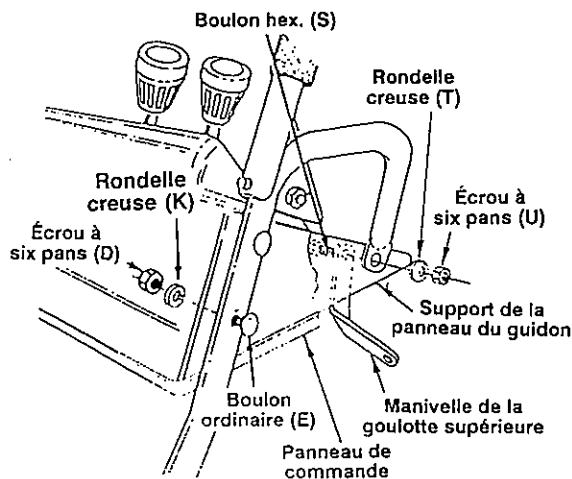

FIGURE 3
- Positionnez le guidon supérieur sur le panneau de commande de façon que les extrémités du guidon passent à travers les fentes aménagées dans le panneau. Voir la figure 3. Remarque: Les extrémités du guidon supérieur doivent supporter le guidon inférieur.
- Attachez l'avant du panneau de commande sans le serrer en utilisant un boulon ordinaire (E), des rondelles creuses (K) et des écrous à six pans (D). Voir la figure 3.
creuses (K) et des écrous à six pans (D). Voir la figure 3.
- Du **côté gauche seulement**, (comme à la figure 3) placez le support de la manivelle de la goulotte supérieure sur l'intérieur du support de la panneau du guidon. Insérez les boulons hex. (S), à travers le support de la manivelle de la goulotte supérieure, support de la panneau du guidon, guidon et attachez en utilisant une les rondelles creuses (T) (côté creux contre le guidon) et les écrous à six pans (U). Voir la figure 3.
- Du **côté droit**, faites passer le boulon hex. (S) à travers le guidon, les support de la manivelle de la goulotte et attachez le tout sur le panneau de commande avec une rondelle creuse (T) (côté creux contre le guidon) et les écrous à six pans (U). Voir la figure 3.